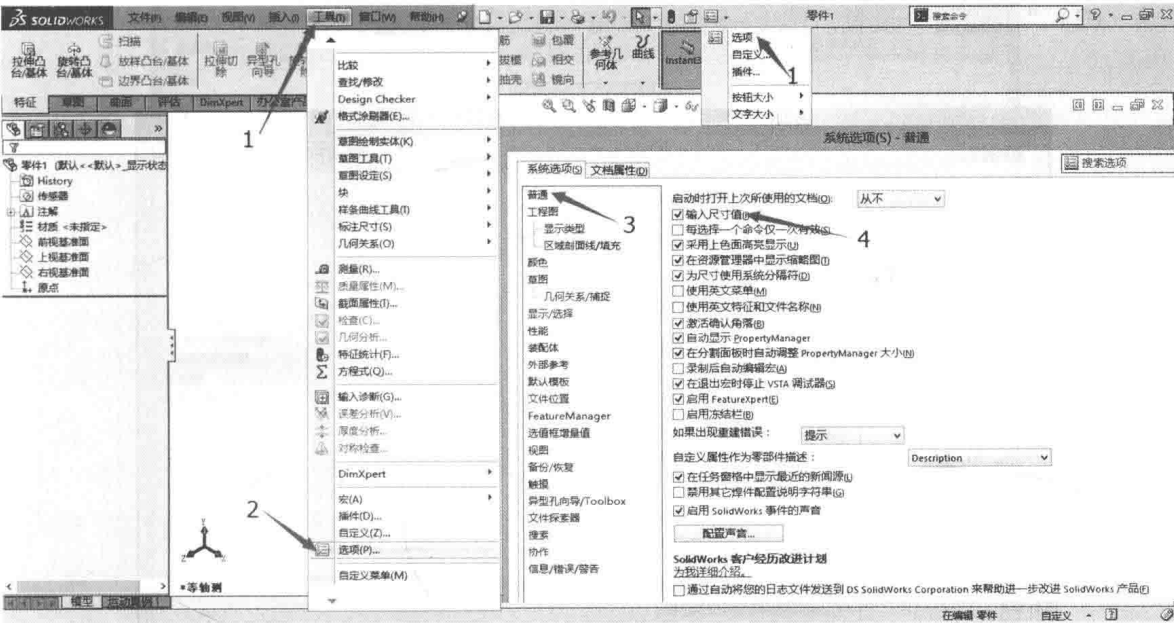

图 1-6 系统选项的“普通”选项卡
- (1) “普通”设置。图 1-6 所示的就是“普通”设置。